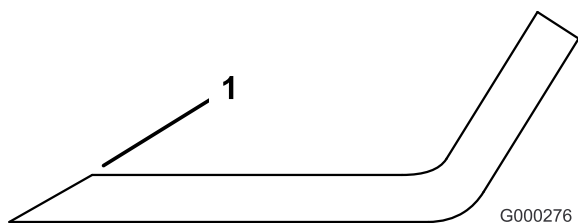

Figure 64
1. Au moyen d'une lime, aiguissez les tranchants aux deux extrémités de la lame (Figure 64) en veillant à conserver l'angle de coupe d'origine. Limez la même quantité de métal sur chacun des deux tranchants pour ne pas déséquilibrer la lame.